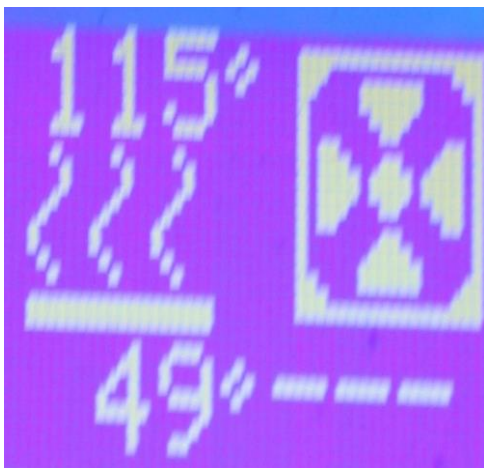

Рисунок 15. Стол нагревается до температуры 115°C
14. Ожидайте нагрева стола до температуры, которая обозначена вверху дисплея, рисунок 15